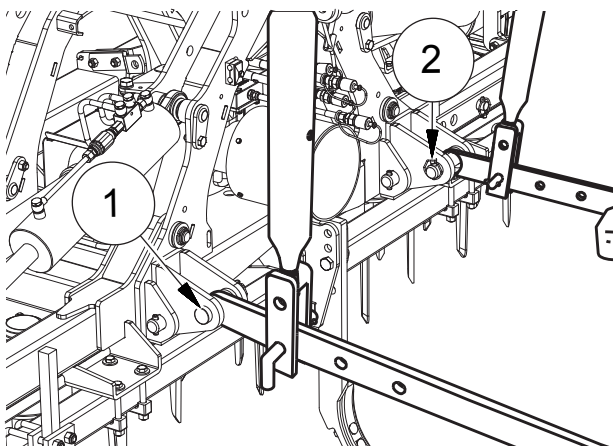

FIG. 23
- Die Hebeschienen den unteren Anschlüssen nähern ("Fig. 23"). Die Anbau-Pins einsetzen (1). Die Pins mit den ausgestatteten Auslöse-Splinten sperren (2).